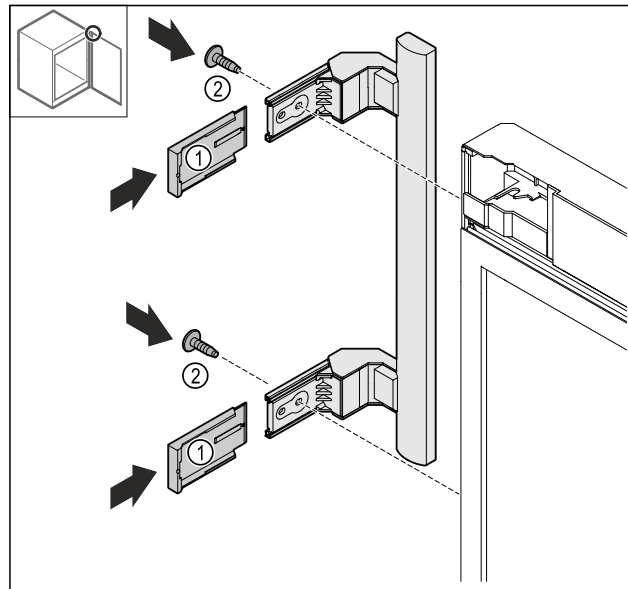

Fig. 27
- Abdeckungen Fig. 27 (1) aufschieben.